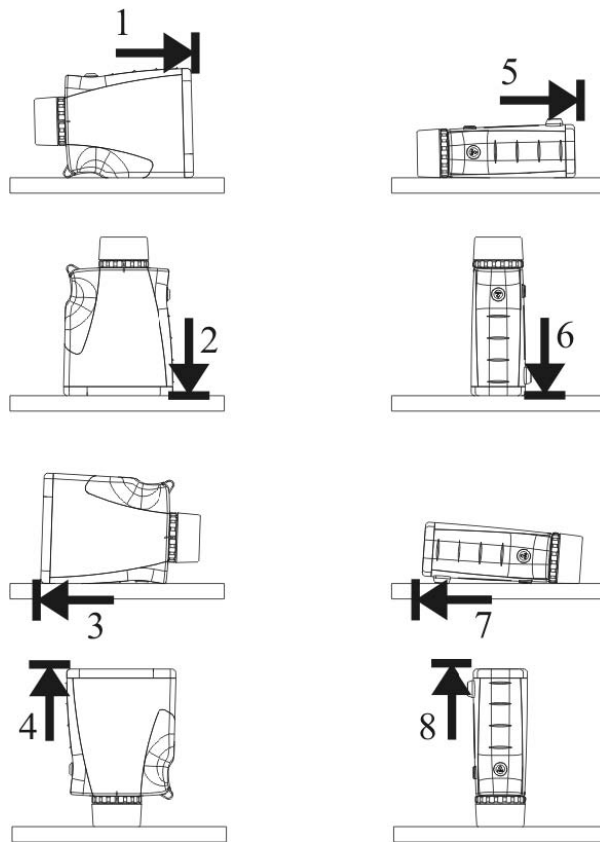

Figure 2: Calibrage du capteur d'inclinaison
- Procéder ensuite au calibrage du capteur d'inclinaison. Pour cela retourner dans le menu et choisissez «inC», choisissez ensuite «YES»«CAL». Effectuez la manipulation décrite dans la figure 2 en mettant l'appareil le plus à l'horizontal possible.